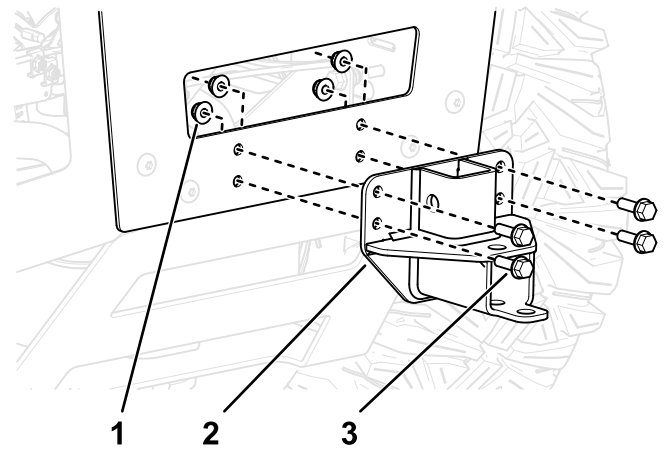

Figure 14
3. Montez le support de montage du système de ramassage sur la machine, comme montré à la Figure 14.